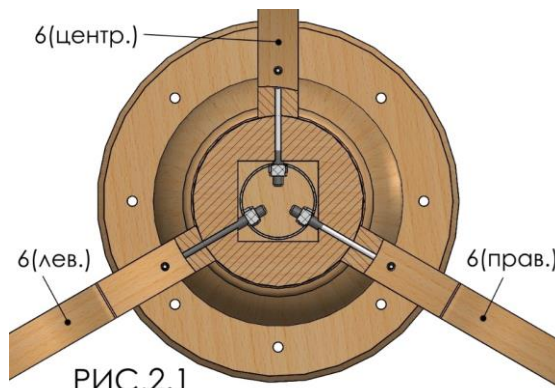

РИС.2.1
Соединить ноги (5) с опорами (6), вставив резьбовые части шпилек (9) в отверстия ног так, чтобы они попали в отверстия колец металлических (7), а фиксирующие шканты (10) на опорах попали в отверстия на ногах (5). **Согласно схеме размещения опор (Рис.2.1)!!!!**